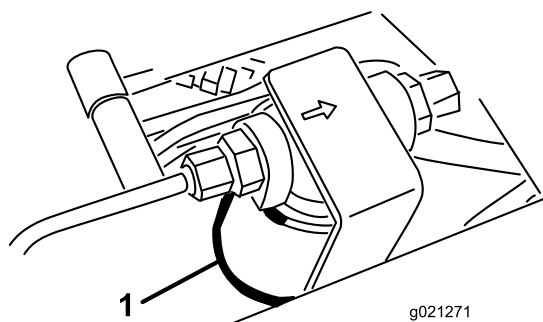
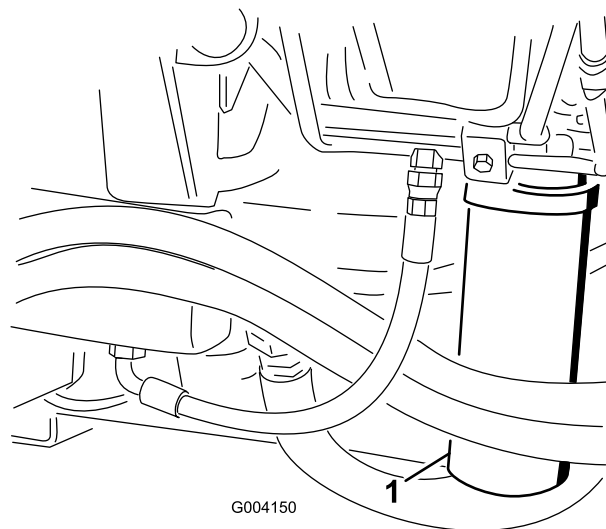

Bild 88
Bild 89
- Reinigen Sie den Bereich um den Filterbefestigungsbereich und stellen Sie eine Auffangwanne unter den Filter (Bild 88) und (Bild 89).